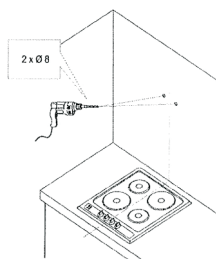
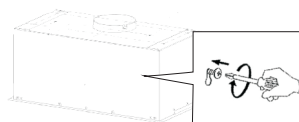

Рис. 5
Рис. 6
- Сделайте отверстия в помеченных местах с помощью сверла, соответствующего диаметру прилагаемых дюбелей с шурупами (рис. 5)
После монтажа винтов в стену (рис. 5), затяните корпус вытяжки (рис. 6).